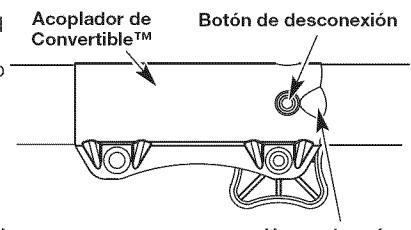

Fig. 5
**NOTA:** La alineación del botón de desconexión con el hueco de guía facilitará la instalación (Fig. 5).
- Oppima y sostenga el botón de desconexión (Fig. 5).